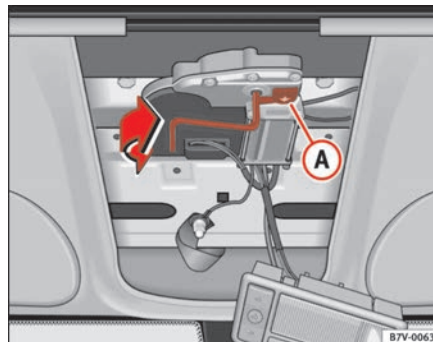

Abb. 69 Notbetätigung
- Den Schutz **A** ⇒ Abb. 69 der Kurbelöffnung in Pfeilrichtung drehen.
⇒ Seite 109, Abb. 69 über die Kurbelöffnung drehen.